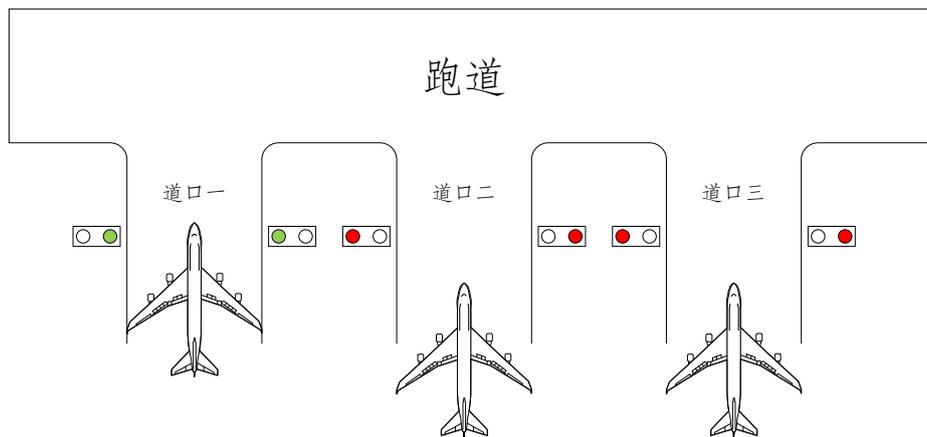

图 2 放行状态示意图
- 1、等待。如图 2，各道口的指示灯默认为红灯亮、绿灯灭状态，飞机应在道口指示灯前等待指示进入跑道。
(图 2)